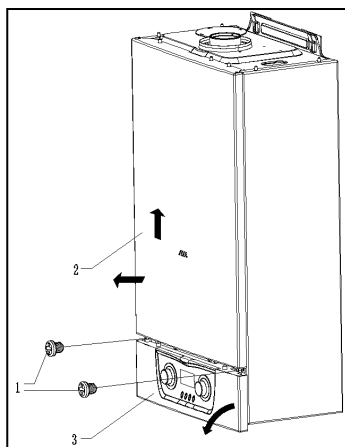

Рис. 13
- отвинтить 2 болта в нижней части панели управления (поз.1 рис. 13);